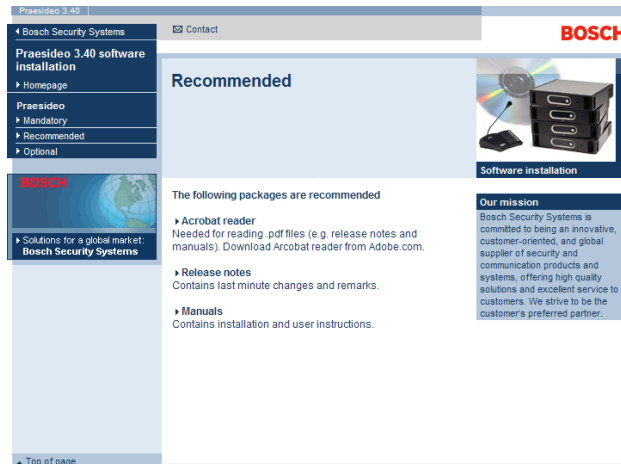

рисунок 38.1: Страница рекомендованных пакетов программного обеспечения
- 2 Нажмите ссылку *Recommended*. Отобразится экран, подобный экрану, изображенному на рисунок 38.1.